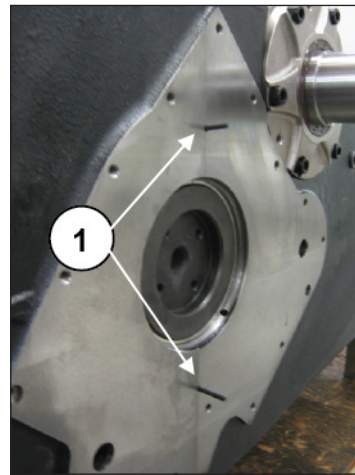
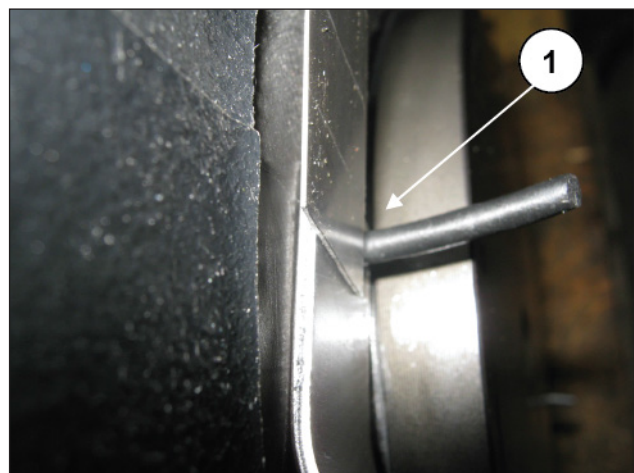

Abb. 113
Abb. 114
Schneiden Sie mithilfe eines Cutters und Dickenmessers die überschüssigen Teile der O-Ring-Dichtungen ab, die an der Dichtlinie des vorderen und hinteren Gehäuses in Übereinstimmung mit dem Kolbenwellenflansch überstehen (Pos. ①, Abb. 113 und Abb. 114).